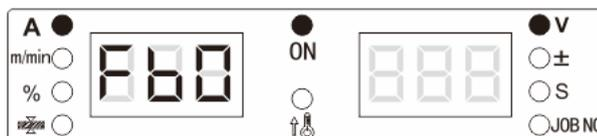

Рисунок 3-26. Отображение функции FB0 на цифровых дисплеях
- Поворотом регулятора панели управления установите выбор функции FB0 (см. Рисунок 3-26).